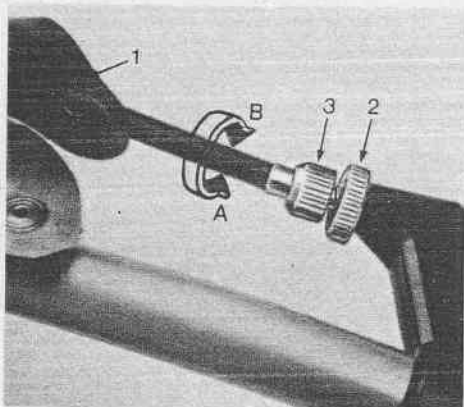

Fig. 20 - Registro leva freno ant.
- Togliere la copertina di protezione 1 (Fig. 20).
- Girando il regolafilo nel senso A indicato in Fig. 20, si aumenterà il gioco della leva.
- Al contrario, nel senso B indicato in Fig. 20, si diminuirà il gioco della leva.